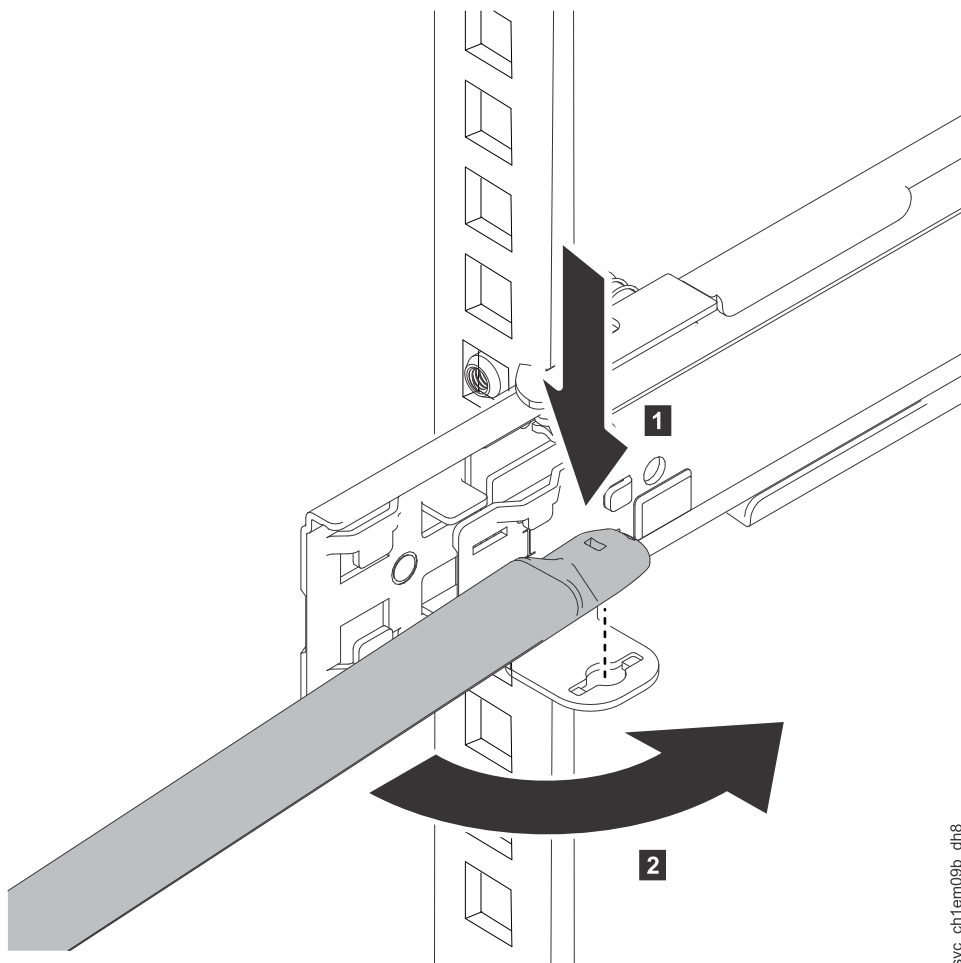

Figura 27. Instalando o suporte para organização de cabos
1. Instale o braço para organização de cabos na lateral posterior esquerda do nó, conforme mostrado na Figura 27 na página 40.